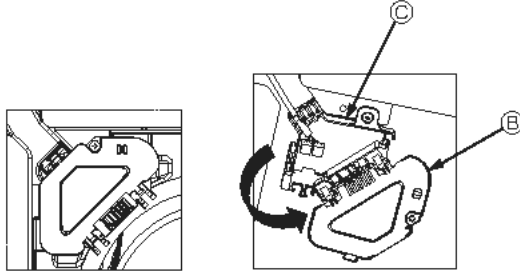

Fig. 7-5
③ Konektör kutusu kapağını tespit eden vidayı çıkarın ve daha sonra kapağı açın. (Fig. 7-5)
④ Bağlantı kablosu konektörünü konektör kutusuna yerleştirin.
⑤ Kablo kapağı ve konektör kutusu kapağını monte edin.